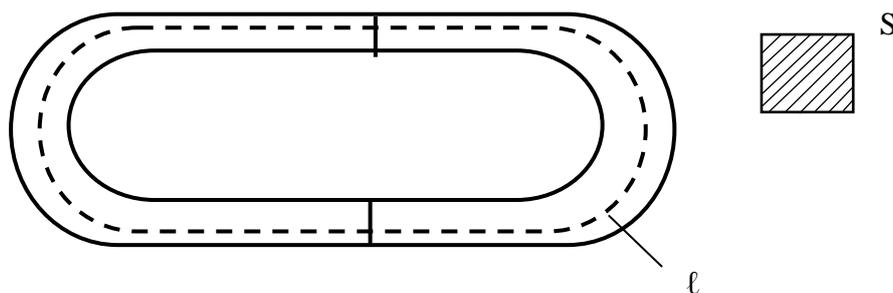

Рисунок 10.1 – Внешний вид сердечника
- Примите среднюю длину сердечника $\ell = 0,08$ м и площадь поперечного сердечника $S = 180 \text{ мм}^2 = 18 \times 10^{-5} \text{ м}^2$ (рисунок 10.1)
3. Рисунок 10.1 – Внешний вид сердечника.